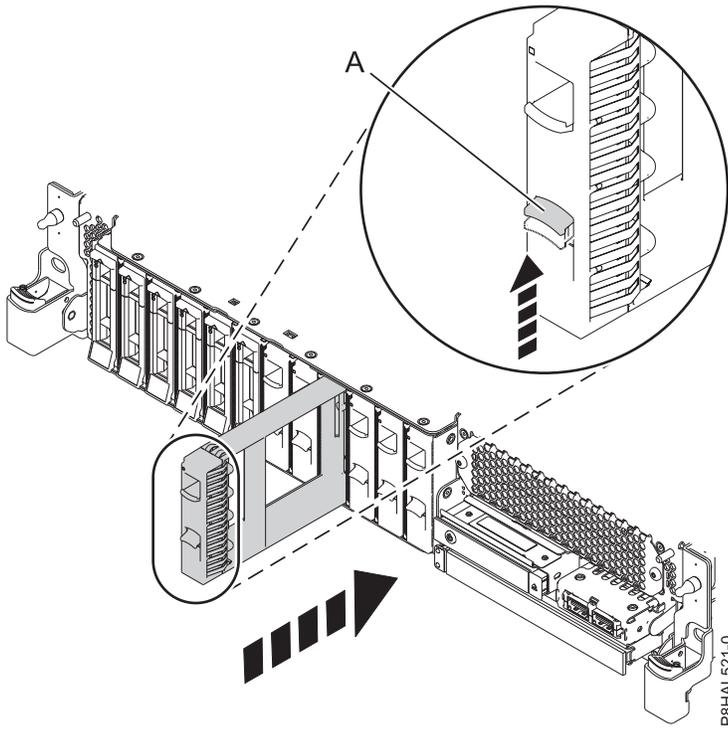

図 102. システムへのディスク・ドライブ・フィラーの取り付け
2. ディスク・ドライブ・フィルターをドライブ・スロットの位置に合わせ、ロックされるまでディスク・ドライブ・フィルターをシステム (A) 内に完全に押し込みます。 110 ページの図 102 および 110 ページの